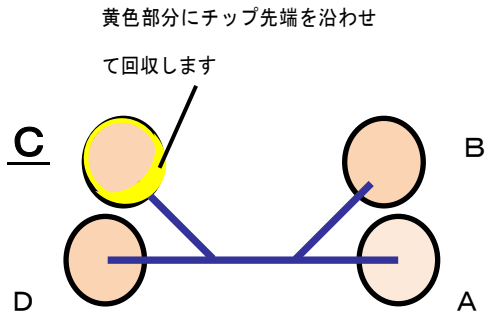

図10：チャンバーCからの選別精子の回収
- ①顕微鏡にてC-D分岐点を観察し、チャンバーAからの流れがチャンバーCへ侵入していないことを確認します。
- ②**チャンバーC**から液を全量回収します。なお、選別精子は流路出口付近ならびにチャンバー壁面付近(図10)に貯留する傾向がありますので、それらの箇所を中心に回収^{注4)}を行います。